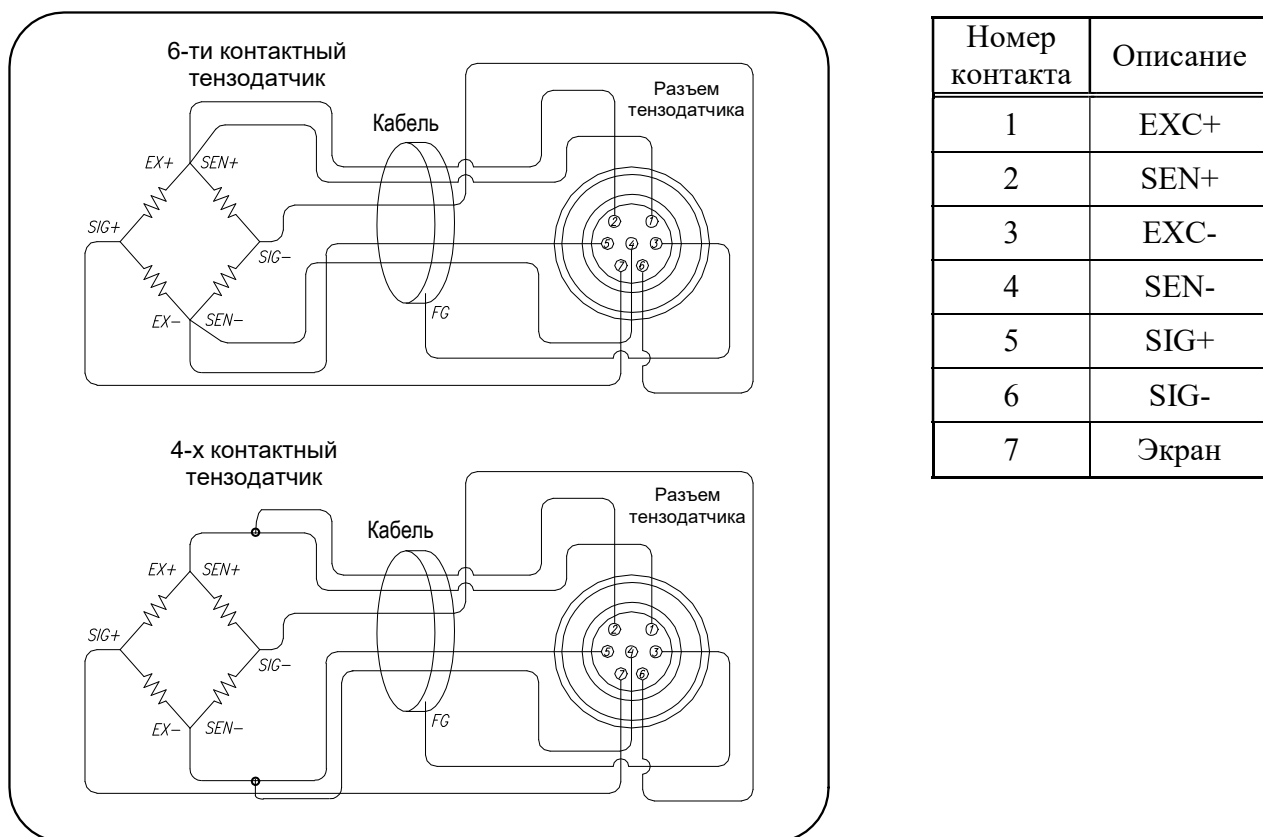

Рисунок 5.1 – Схема подключения 4-х и 6-ти контактного тензодатчика к индикатору
- ❑ Подключить разъем провода тензодатчика к соответствующему разъему, расположенному на задней стенке индикатора (рис. 5.1).